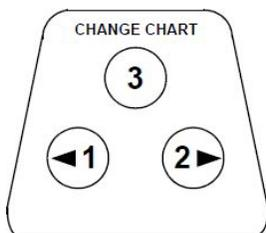

Figura 16. Botones del gráfico sensibles a la presión
2. Mantenga pulsado el botón de cambio de gráfico (n.º 3 en la *Figura 16*) durante aproximadamente un segundo. El marcador se desplazará hacia fuera de la escala.
3. Compare la temperatura del registrador con la de la solución. En caso necesario, ajuste el registrador pulsando los botones izquierdo y derecho del gráfico (n.º 1 y n.º 2 de la *Figura 16*) durante unos 5 segundos.